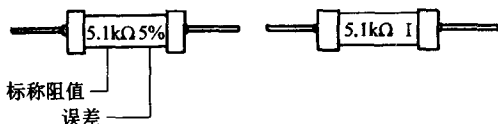

图 1-3 直标法
(1) 直标法 直标法就是将电阻器的标称阻值及误差直接标注在电阻器的表面，使用者可以从电阻器的表面直接读出阻值及阻值误差，如图 1-3 所示。